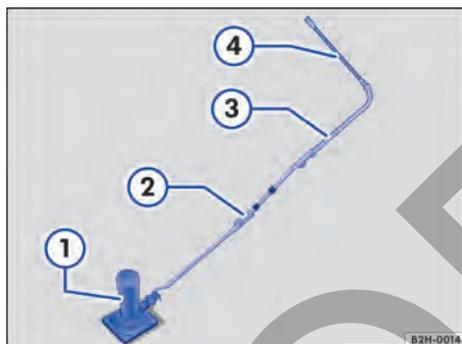

Fig. 197 Crique con prolongación.
Legenda de la **Fig. 197**:
- Despliegue la palanca de prolongación → **Fig. 197** ② de las herramientas de a bordo.
- Enganche la palanca de prolongación en el gato → **Fig. 197** ①.
- Acople la llave de vaso → **Fig. 197** ③ a la palanca de prolongación.
- Encaje la llave de rueda → **Fig. 197** ④ en la llave de vaso.